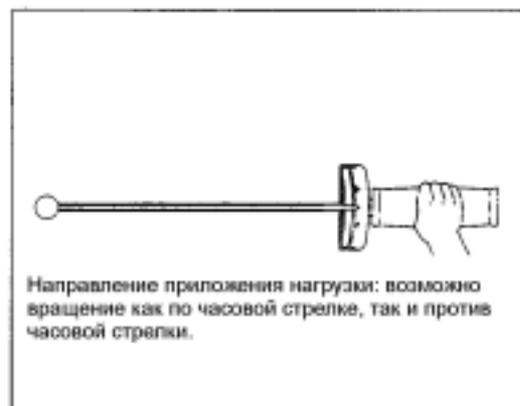

Рис. 2.
- (2) Динамометрический ключ используется для закручивания болта или гайки определенным моментом затяжки (рис. 2.).